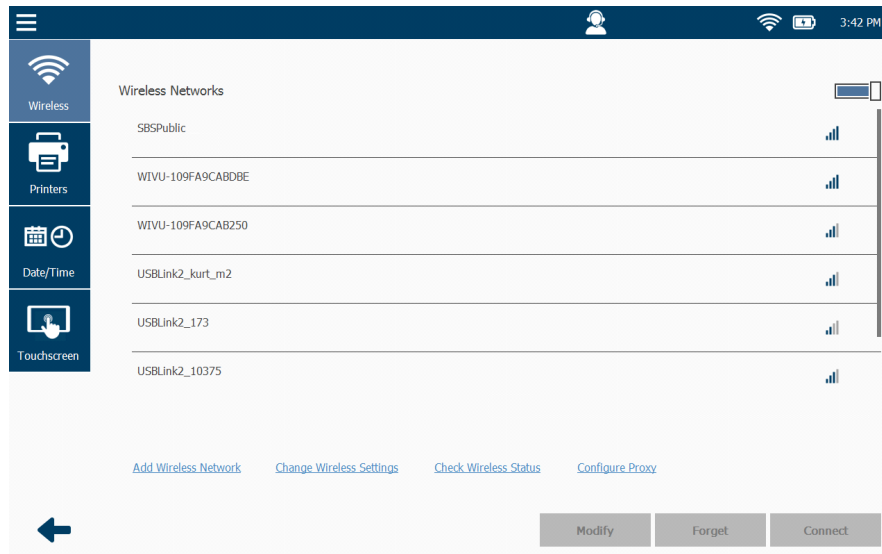

Figura 6.3 Conexiones inalámbricas
Si la red a la que desea conectarse no aparece en la lista que se muestra en la pantalla Wireless Networks (consulte la Figura 6.3), puede agregarla.
- 1 Toque **Add Wireless Network** en la parte inferior de la pantalla Wireless Networks (consulte la Figura 6.3).
Se muestra la pantalla **Wireless Networks** (Figura 6.3).
- 1 Seleccione **Change Wireless Settings** en la pantalla Network Settings (Figura 6.3).